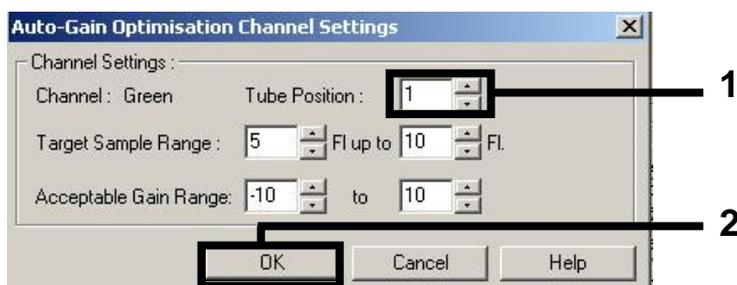

Figura 2. Configuración de la posición de tubo.
2. Configure la posición de tubo para un tubo del primer ensayo *artus* (p. ej., EBV). Configure la posición de tubo para todos los canales de fluorescencia y haga clic en **OK** (aceptar) (figura 2).